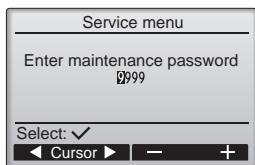

Fig. 7-2
- 2 После выбора Сервисного меню появится окно ввода пароля. (Fig. 7-2)